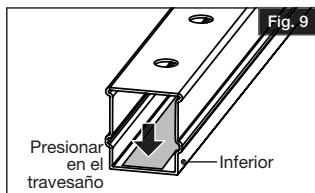

Fig. 9
- Presionar las tiras de espuma sobre los travesaños (Fig. 9). En los travesaños superiores con una longitud de 8' (2,44 m) o más, la tira se adherirá al refuerzo de aluminio del mismo travesaño superior.